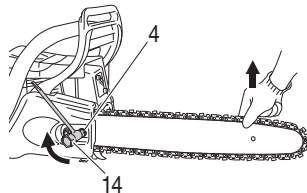

Fig. 9
- 8. Soulevez l'extrémité du guide-chaîne et, avec la clé universelle spéciale (14), resserrez fermement les écrous de la bride du guide (4) (Fig. 9)